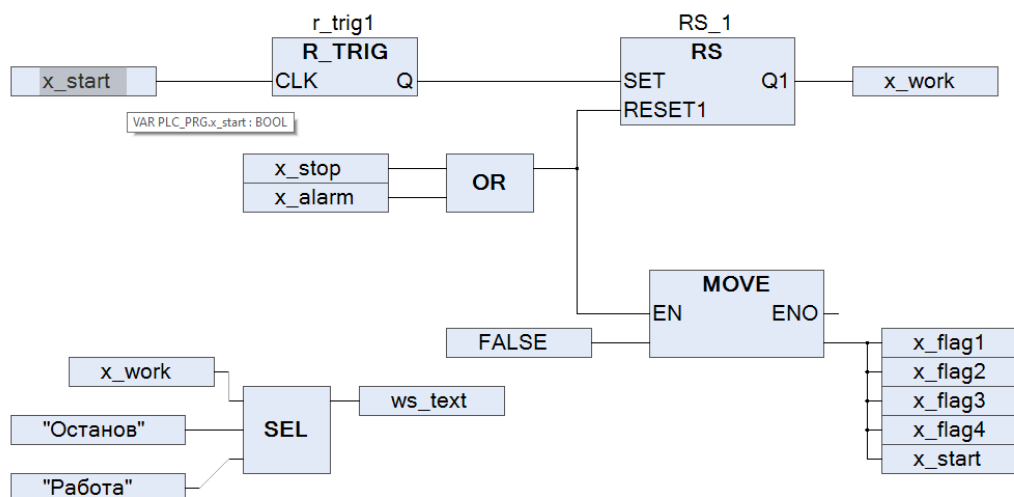

Рисунок 2.10 – Пример программы, реализованной на языке CFC
**Графический язык программирования CFC.** Язык CFC (Continuous Flow Chart) – ещё один высокоуровневый язык визуального программирования. По сути, CFC – это дальнейшее развитие языка FBD. Этот язык был специально создан для проектирования систем управления непрерывными технологическими процессами (рис. 2.10).